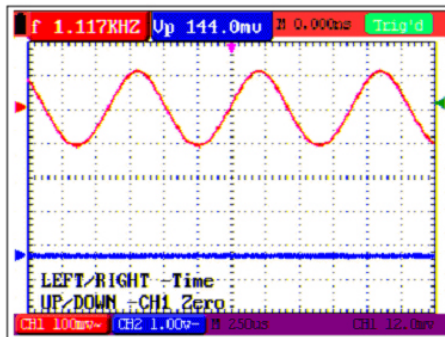

Figura 6.- Posición de punto cero del Canal 1.
5. Pulse “OSC OPTION” de nuevo. El siguiente texto aparecerá en la esquina inferior izquierda de la pantalla, como se muestra en la figura 6: